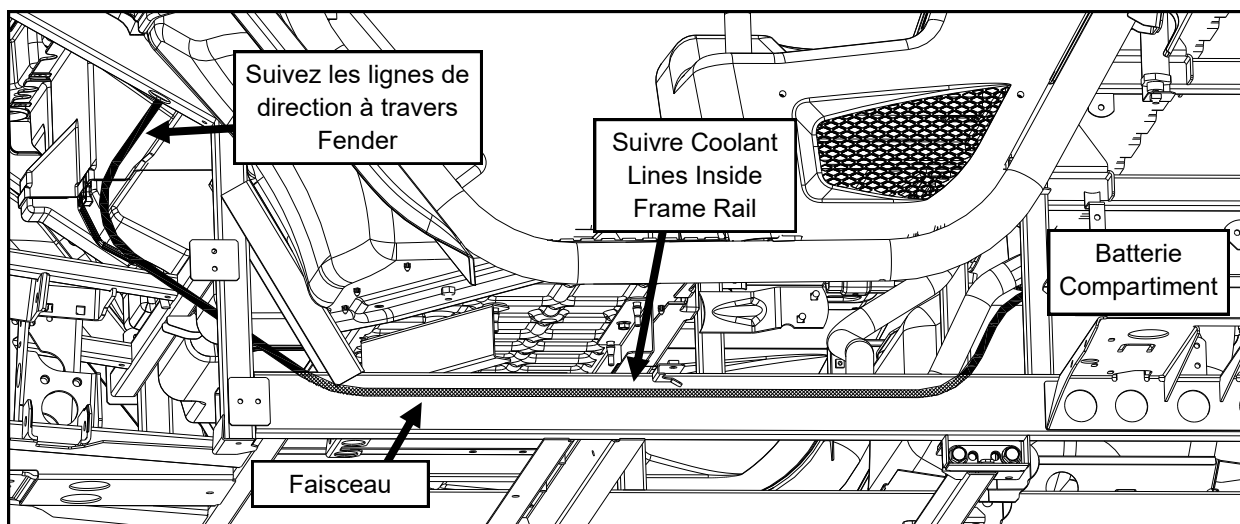

Fig. 1
1. Par figure 1 (RTV X900 montré), acheminer la longue partie du harnais avec les connecteurs de poussée mâles vers l'avant à partir de la zone de la batterie. Le harnais doit suivre les lignes de refroidissement vers l'avant au-dessus de la plaque de dérapage et se trouver juste à l'intérieur du rail principal cadre. Acheminer les fils vers le haut dans la zone du capot le long de la même route que les lignes de direction assistée entrent dans la zone du capot. Une fois que les fils sont dans la zone du capot, dirigez-vous vers le côté du conducteur, en s'assurant qu'ils ne peuvent pas interférer avec le fonctionnement des freins d'urgence.